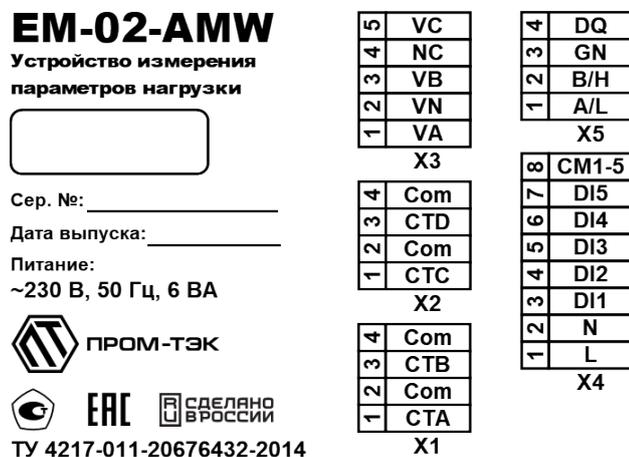

Рисунок 1.5 – Маркировочная табличка устройства
1.8.1 На верхней части корпуса расположена маркировочная табличка (рисунок 1.5), содержащая следующие данные: